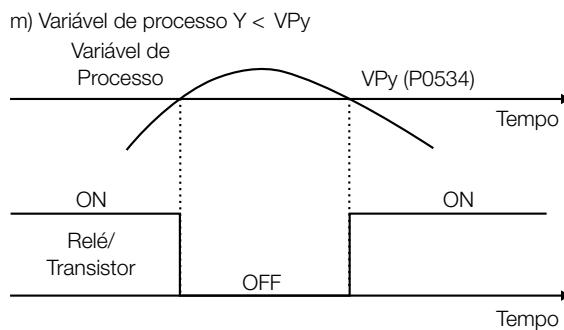

Figura 5.37: (a) a (m) - Detalhes sobre o funcionamento das funções das saídas digitais
- Consulte a Tabela 5.44 na página 5-62 e a Figura 5.37 na página 5-64 para mais detalhes referentes às saídas digitais e a relés.